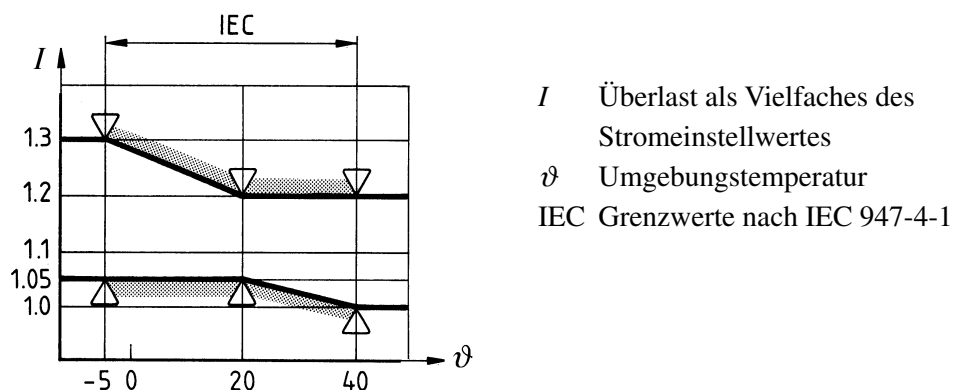

Bild 2.5.1 Grenzwerte des Stromvielfachen für temperaturkompensierte Überlastrelais nach IEC 947-4-1.
**Bild 2.5.1** und **Tabelle 2.5.1**.